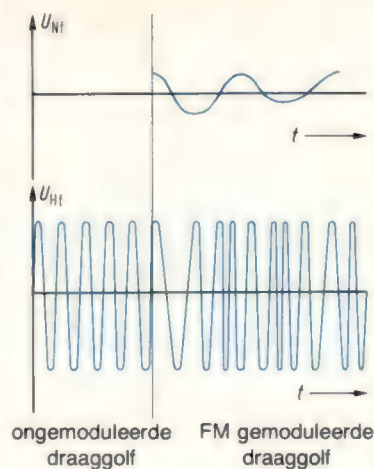

Fig. 13 Ongemoduleerde (links) en frequentiegemoduleerde HF-draaggolf (rechts).
De toonhoogte, dus de frequentie van het LF-sig-naal, is als informatie in de frequentieverandering van de draaggolf begrepen (fig. 13). Een zachte 2000 Hz-toon verandert de draaggolffrequentie van een FM zender 2000 keer in de seconde. Daarbij ontstaat een frequentiezwaai van bijvoorbeeld maar ± 10 kHz. Een zeer luide 2000 Hz-toon zou daarentegen een zwaaï van ± 75 kHz nodig hebben. De zijband frequenties f_1 en f_2 liggen rond de momentane frequentiezwaai van de draaggolffrequentie verwijderd (fig. 14). Binnen de vastgelegde bandbreedte van 150 kHz schommelt dus de frequentie van de zenders overeenkomstig de modulatiefrequentie (LF). Een begrenzing van het ge-